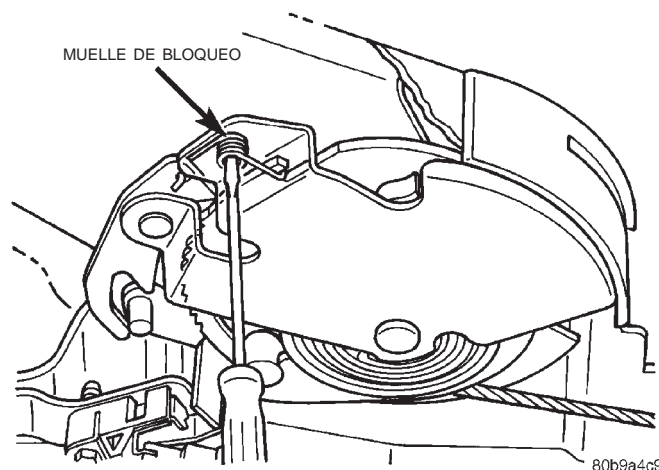

Fig. 44 Muelle de bloqueo
- (4) Haga que un ayudante haga palanca hacia abajo en el muelle de desbloqueo a través del orificio en el lateral de la palanca del freno de estacionamiento (Fig. 44) empleando un destornillador pequeño. A continuación, afloje lentamente el cable delantero.